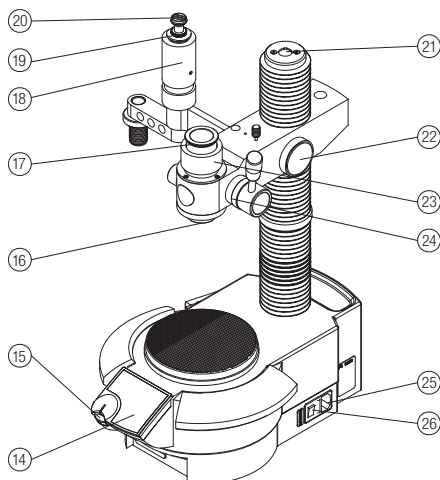
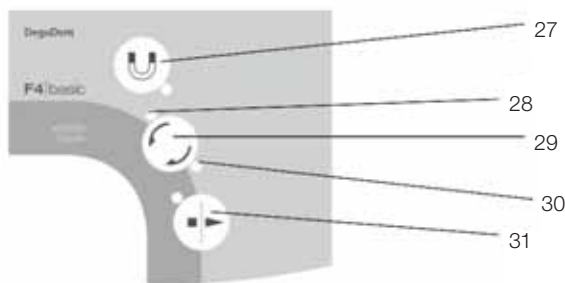

Figure 2 : Côté droit de l'appareil
Figure 3 : Clavier à membrane
2. Placez la broche de fraisage – que vous pouvez obtenir en option – dans le *support de broche 17* (fig. 2) du *bras porteur horizontal 11* (fig. 1) de manière que la broche de fixation visible dans le support de broche s'emboîte dans l'encoche de la broche de fraisage prévue à cet effet. Ensuite, arrêtez la broche de fraisage en bloquant par rotation la *fixation de la broche 16* (fig. 2) à l'extrémité inférieure du support de broche.
3. Enfichez la fiche de la broche de fraisage dans la *prise femelle marquée 21* (fig. 2) et bloquez en fermant par rotation la bague filetée.
- Enfichez le câble secteur fourni dans la *prise femelle 25* (fig. 2).
- Actionnez l'*interrupteur principal 26* (fig. 2)
- La diode électroluminescente *rotation à droite 28* (fig. 3) de la touche de fonction  *modification du sens de rotation 29* (fig. 3) sur le *pupitre de commande 14* (fig. 2) s'allume. Vous êtes en mode de veille.
- Réglez la vitesse de rotation désirée sur le *régulateur de vitesse de rotation 15* (fig. 2).
- Pour mettre la broche de fraisage en service, actionnez la touche  *broche de fraisage MARCHE/ARRET 31* (fig. 3).
**Nota :** Le sens de rotation peut également être modifié avec la touche  *modification du sens de rotation 29* (fig. 3) pendant que l'outil fonctionne et est alors affiché par la diode électroluminescente du sens sélectionné. En rotation à gauche, affichée par la *diode électroluminescente 28* (fig. 3), la vitesse de rotation est automatiquement limitée à 7.000 tr./min. **Effectuez toujours un changement d'outil lorsque la broche de fraisage est mise hors circuit et qu'elle est arrêtée.** Pour ouvrir la pince de serrage, tirez le levier de serrage vers l'avant au-delà d'une résistance perceptible jusqu'à la butée. Le blocage de la pince de serrage se fait dans le sens inverse. **La pince de serrage n'est correctement fermée qu'après que les deux marquages par points qui se trouvent sur le boîtier recouvrent la broche de fraisage.**
Le plateau magnétique peut être mis en et/ou hors circuit par la touche  Interrupteur d'activation de l'aimant **27** (fig. 3).